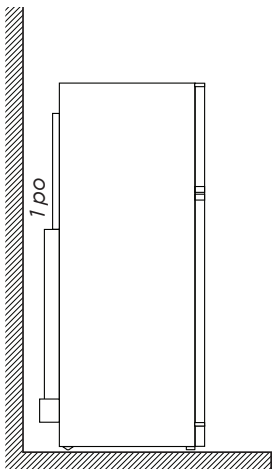

Fig. 1
Voir illustrations des Figures 1, 2 et 3
- Fig. 1 – Ceci est idéal, car il y a un espace suffisant sur le dessus et les côtés.